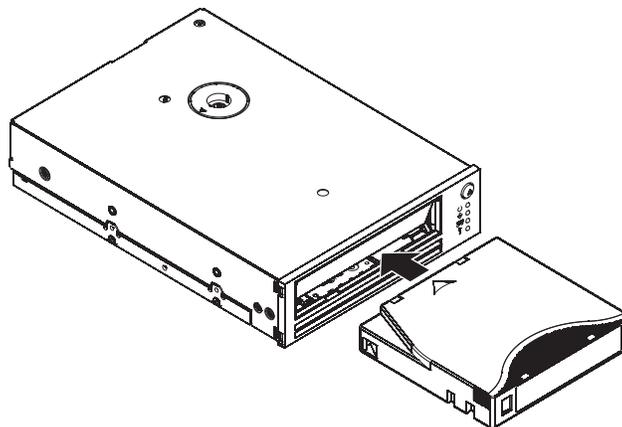

Figura 4. Inserindo um cartucho na unidade
4. Segure o cartucho para que a chave de proteção contra gravação esteja voltada para você (consulte Figura 4).